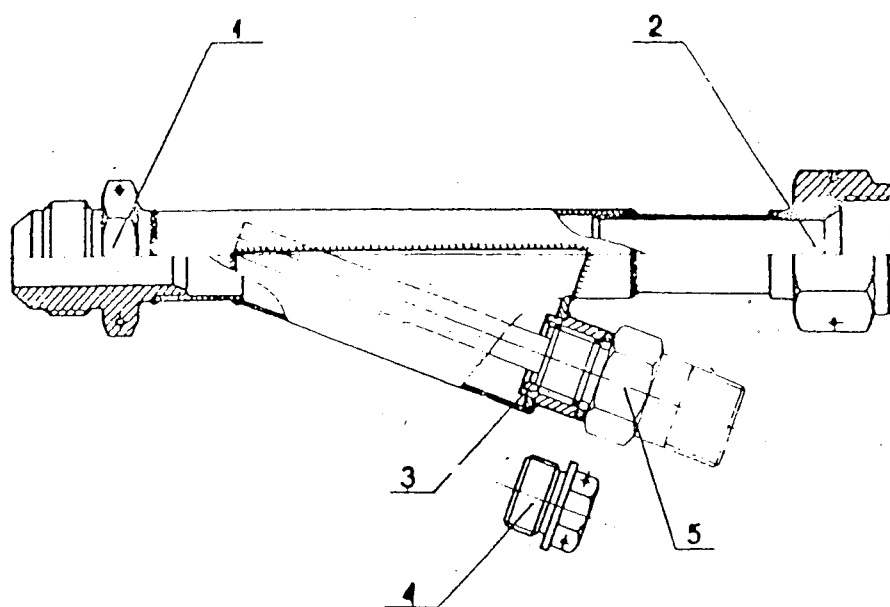

Рис. 6.16. Специальная трубка 16.08.0320
16.3.2. От датчика П-2 температуры масла на выходе из второго двигателя (соседнего) отключить вилку электропровода, идущего от указателя 2ТУЭ-1, снять датчик, а отверстие после снятого датчика заглушить заглушкой 4 (рис. 6.16.)
I6.3.3. Снятый приёмник установить в отверстие штуцера 3 специальной трубки I6.08.0320 (рис. 6.16.), вместо пробки 4.